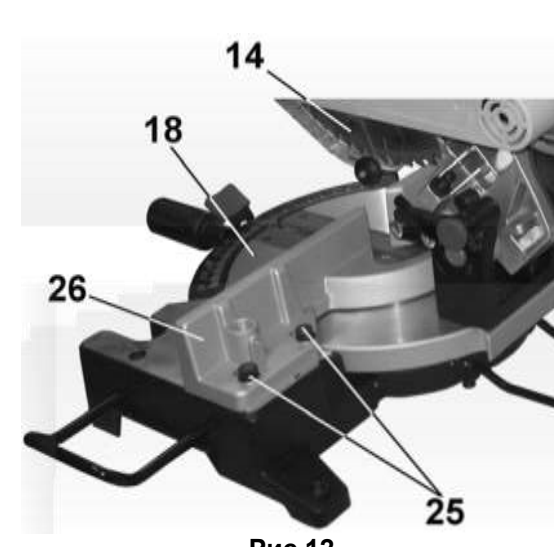

Рис.12
10.7. Установка фронтального упора под углом 90° к пыльному диску (Рис.12)